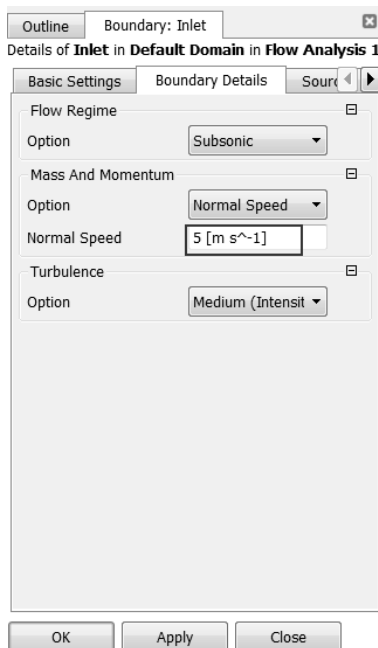

图 17-63 入口设置（2）
Step7：选择 Boundary Details 选项卡，在如图 17-63 所示的面板中做以下输入。